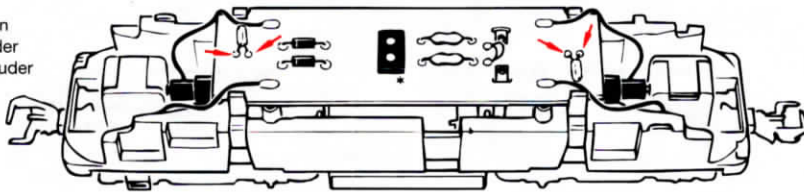
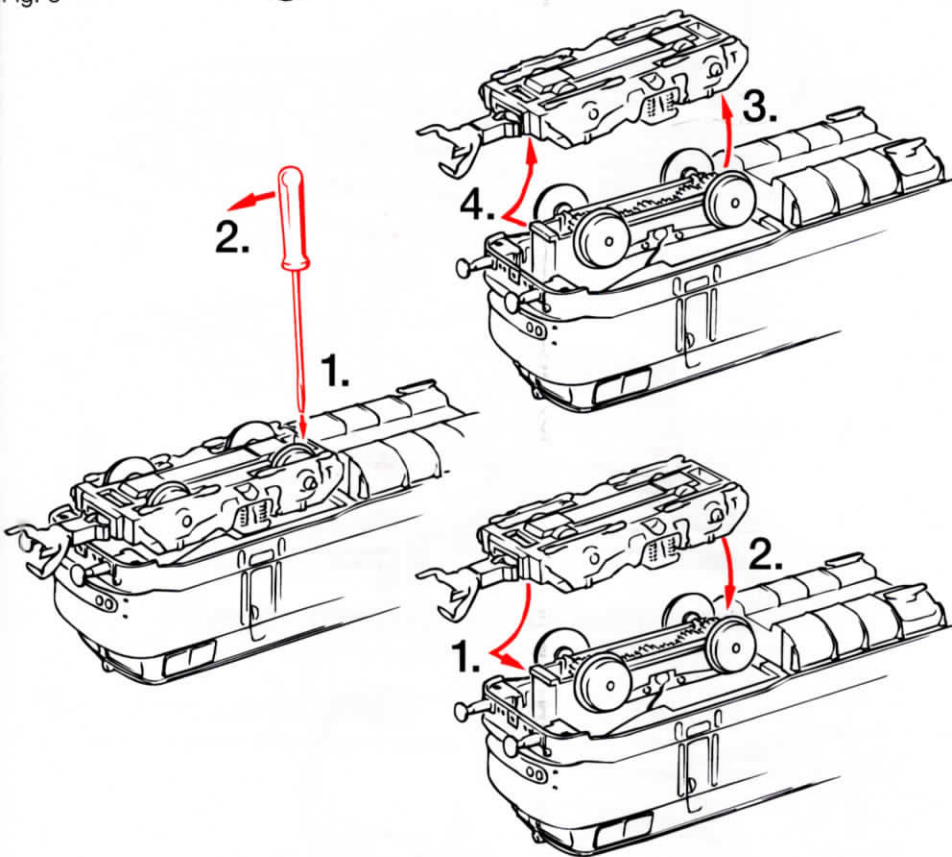
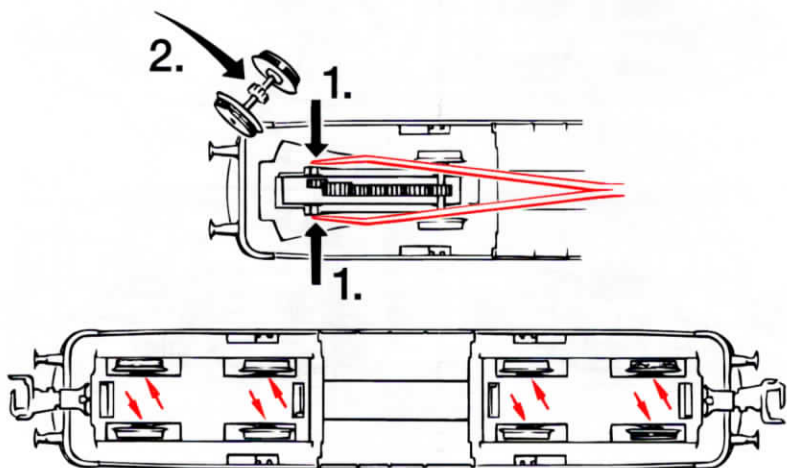

Fig. 5
Fig. 6
Fig. 7
5. Change of traction tyre: Remove **gear cover** (fig. 5). Take out **wheel set** and remove **traction tyre** using a pin or a fine screwdriver (fig. 7). When pressing on the new traction tyre please **avoid twisting** it.
1. Nettoyage des lames de contact aux roues: Les lames de contact risquent de s'encrasser rapidement sur des voies poussiéreuses (fig. 5). Veuillez **enlever la poussière** aux endroits marqués à la fig. 6 à l'aide d'un petit pinceau souple.
5. Échange des bandages d'adhérence: Démontez d'abord le **couvercle du carter** des engrenages (fig. 5). Délogez ensuite les essieux bandagés et enlevez, à l'aide d'une aiguille ou d'un tourne-vis fin les bandages d'adhérence (fig. 7). Lors du montage des nouveaux bandages veuillez veiller à ce que les bandages **ne soient pas tordues**.